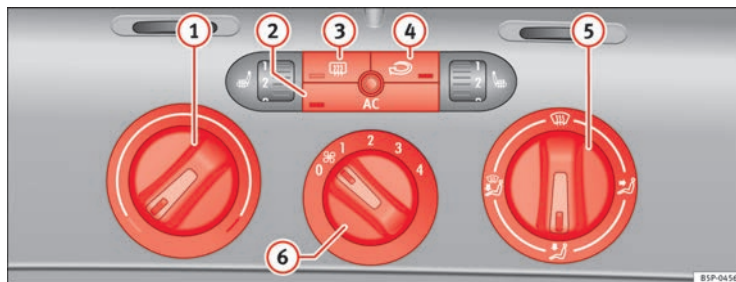

Fig. 131 Sur la planche de bord : éléments de commande du Climatic
- Tournez le régulateur de température ⇒ fig. 131 ① vers la droite pour sélectionner la puissance calorifique souhaitée.